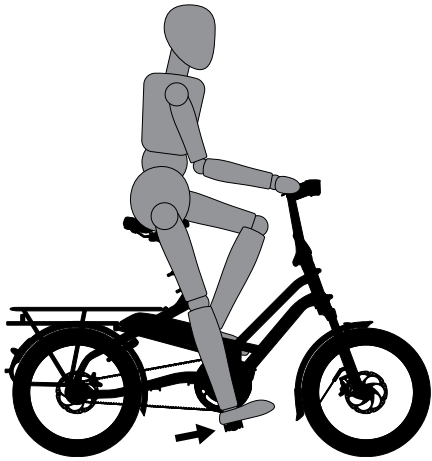

Abb. 8
1. **Höher und niedriger.** So finden Sie die richtige Sattelhöhe (Abb. 8):